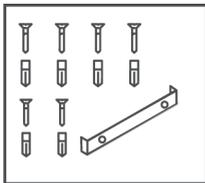

Рис. 13
6. Если Ваша вытяжка будет работать в режиме рециркуляции, на короб мотора необходимо установить угольные фильтры (в комплект поставки не входят) (рис. 9). При этом режиме установка воздуховода на вытяжку не требуется. Рис. 13
8. Поместите внутренний декоративный короб в наружный (для модели Bella 3P). Установите наружный короб на корпус вытяжки и закрепите его винтами. Внутренний короб поднимите вверх до совмещения узлов крепления короба и планки и соедините их винтами (рис. 13).